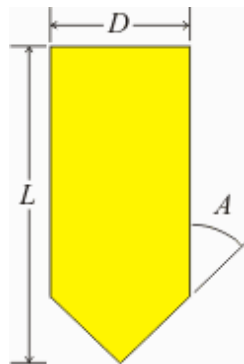

Figura 1.76 Parámetros de la herramienta taladrado.
- Herramienta taladrado , que tiene como parámetros longitud (L), diámetro (D) y ángulo del cono (A), Figura 1.76.